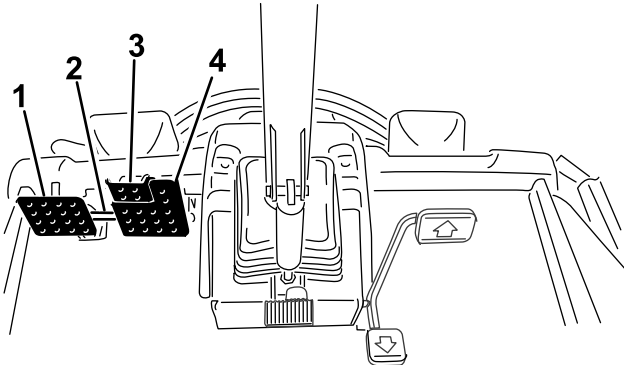

Bild 30
- Lösen Sie den Pedalsperrriegel (Bild 30).